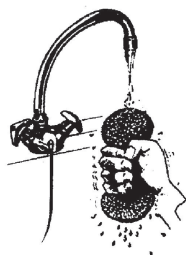

Fig. 7
- Mettere le spugne o cartuccia sotto un getto d'acqua con un tubo di gomma da giardino a bassa pressione, finché siano pulite (Fig.7)